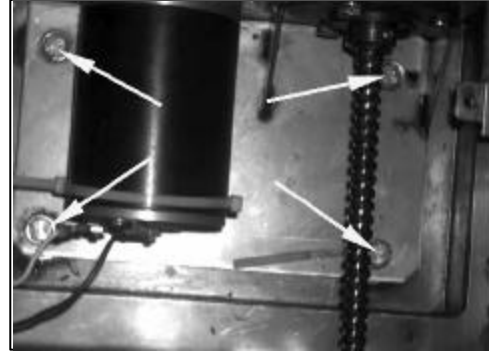

FIGURE 5-7: SUPPORT MOTEUR
- g. Voir la **Figure 5-7**. Retirer les quatre (4) boulons de fixation du support moteur sur le bâti.